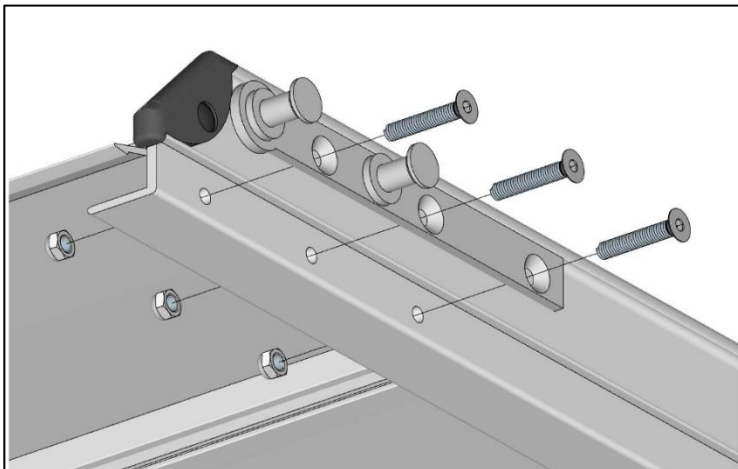

FIG. 2
- Bevestig de geleiders aan de zijkanten van de hellingdelen (Zie montage tekeningen: Fig 2).